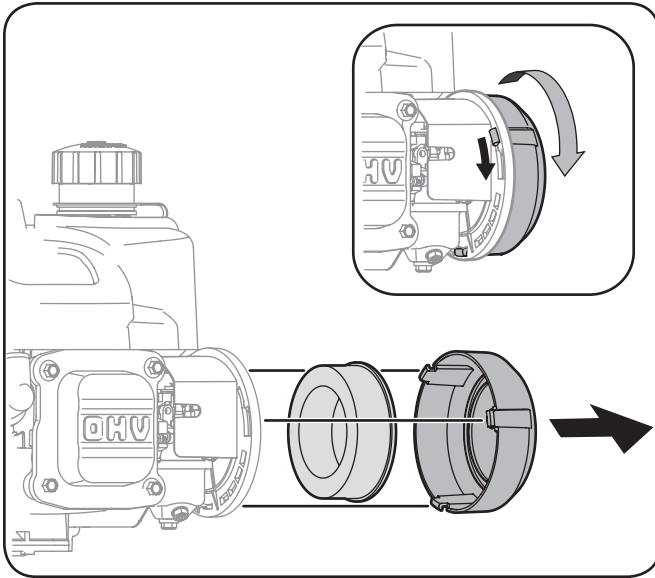

Figura 6-3
1. Quite el filtro de aire, apretando la frente y el dorso para liberar la lengüeta en la parte delantera de la cubierta del mismo. Véase la Figura 6-3.